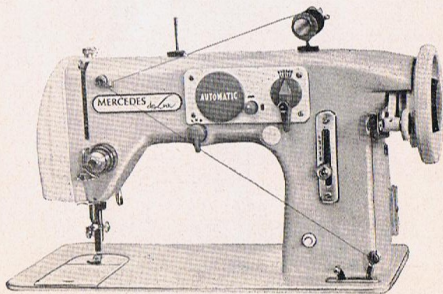

Abb. 10
Von der Garnrolle über die obere Faden-Vorspannung (17) und Spulervorspannung zur Spule, die auf die Spulervelle gesteckt wird, und zwar so, daß der Mitnehmerstift in den Schlitz der Spule eingreift. Durch Eindrücken des Hebels wird der Spuler eingeschaltet und nach einer gewissen Laufzeit durch die Spule selbsttätig wieder ausgelöst (Abb. 10).